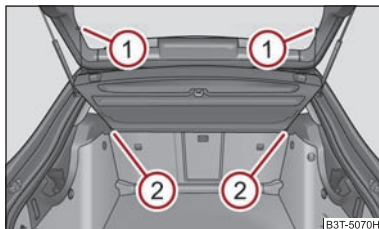

Fig. 83 Demontarea raftului din portbagaj
- Demontați benzile de susținere ① ⇒ fig. 83.
- Scoateți raftul din suportul ② orizontal în spate.
- La montare împingeți mai întâi raftul în suportul ② și apoi prindeți benzile de susținere ① de capacul portbagajului.